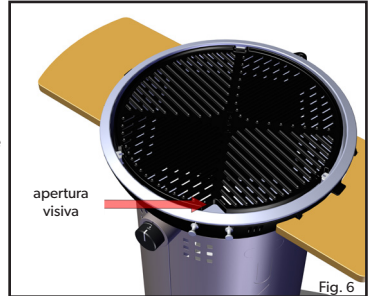

Fig. 6
- Per verificare la visibilità della fiamma, è presente una fessura visiva sulla griglia del barbecue. La visibilità della fiamma può essere visualizzata anche attraverso le fessure della griglia. (Fig. 6)